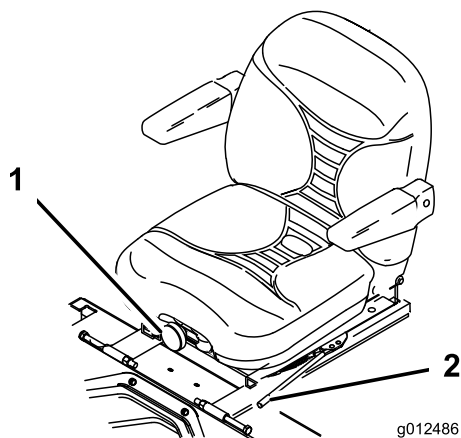

Bild 21
1. Bewegen Sie den Hebel zum Entriegeln des Sitzes zur Seite (Bild 21).
Drehen Sie das Handrad zum Verstellen an der Vorderseite solange, bis der gewünschte Komfort erreicht ist (Bild 21).